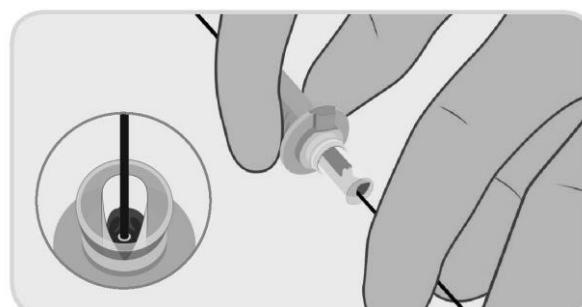

Abbildung 7. Laden des Führungsdrähts in die Kanüle des Geräts.
- Beim Einführen nicht heparinisierte Kochsalzlösung zum Befeuchten des Führungsdrähts verwenden. Den Führungsdrahl in das Implantat in der Ladekanüle (siehe Abbildung 7) einschieben und weiter vorschieben, bis er aus dem hinteren Teil des Griffes des PerQseal+ Gefäßverschlussystems hervaustritt. Die PerQseal Einführschleuse in einem niedrigen Winkel in Bezug auf die Längsachse der Arterie (z. B. 20°) halten und die Einführschleuse so gerade wie möglich halten, um Knicke zu vermeiden.
Hinweis 2: Während der Einführung nur den hinteren Bereich der Ladekanüle ergreifen (s. Abb. 7).